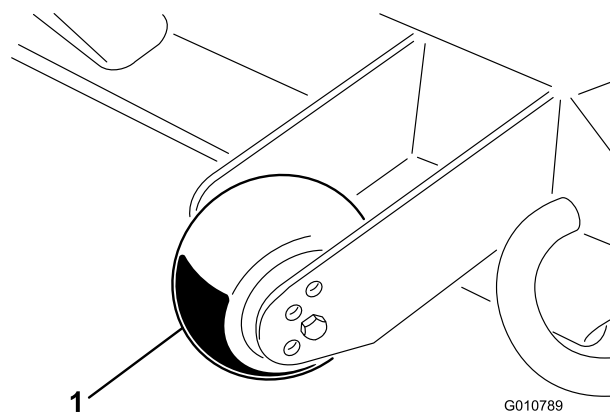

Figura 11
1. Retire el tornillo de caperuza y la tuerca que fijan la rueda niveladora a los soportes de la unidad de corte (Figura 11).